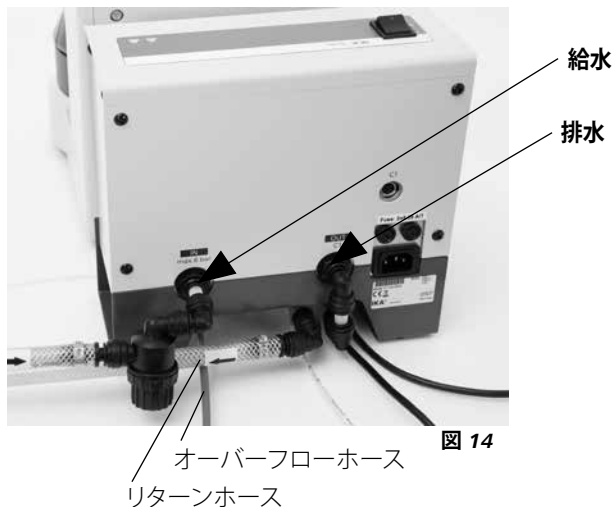

図 14
部品 X/Y C1 の C1.20 ヒーターへの接続 (図14参照)
- 給水栓に接続している場合:C1 のリターンおよびオーバーフローホースが排水溝の上に来るようにします (図14参照)。